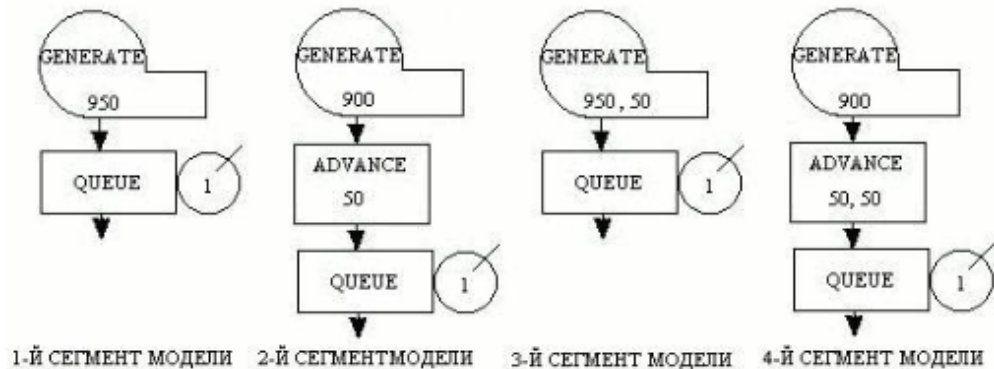

Рис. 1
6. В дереве чертежа задать новые имена видов (**Рис. 1, Рис. 2, Рис.3**). Для этого щелкнуть ЛКМ по названию вида, нажать на кнопку F2 и ввести новое имя.
- 9.1. Сделать текущим вид Рис.1.
Задание 1. Посмотрите на модель, состоящую из четырех сегментов на рис. 1.